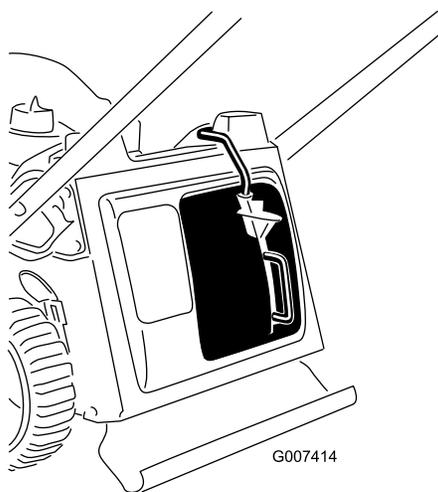

Рисунок 10
3. Отпустите кнопку на рычаге и убедитесь в том, что верхняя часть рычага полностью лежит в канале выключателя (Рисунок 10). Если верхняя часть рычага не находится в канале выключателя, машина не запустится.